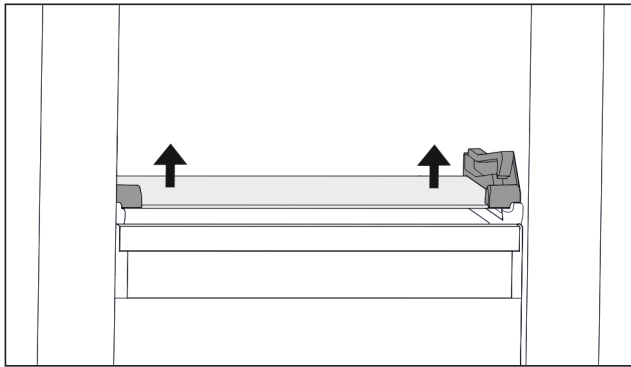

Fig. 107 可倾斜抽屉的玻璃隔板
- ▶ 从下方两侧向上推玻璃隔板。(参见 Fig. 107)